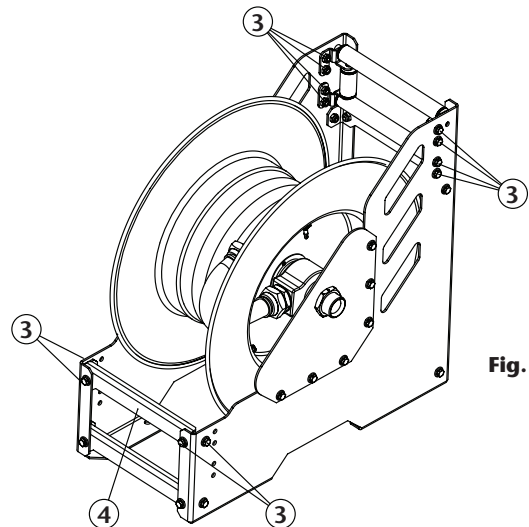

Fig. 4
5. Montar em conjunto os componentes da saída da mangueira, que foram desmontados anteriormente, apertando os parafusos (3) (Fig. 4).
6. Finalmente montar as travessas da saída (4) (Fig. 4) na posição indicada.